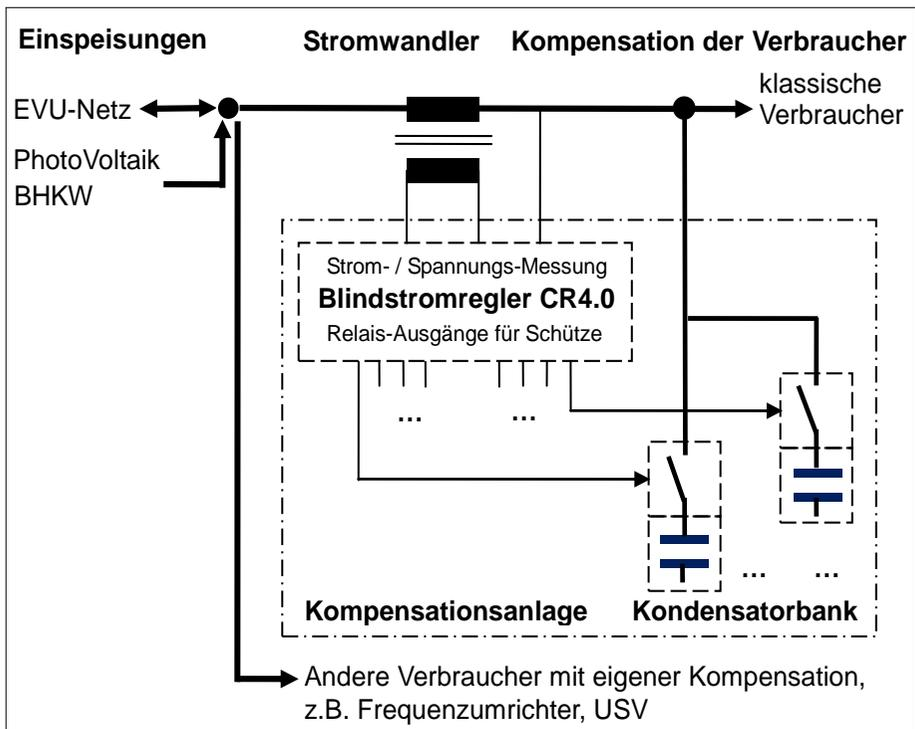

Abbildung 1 Anschlussschema: Kompensation nur der klassischen Verbraucher
- Der **Stromwandler** muß zwischen allen einspeisenden (links) und allen verbrauchenden Geräten (rechts) einschließlich der Kompensationsanlage selbst eingebaut sein, siehe Anschlussschema Abbildung 1. Verbraucher mit eigener Kompensation (z.B. Frequenzumrichter, USV) sollen nicht in die Kompensation einbezogen sein.
- Wird das lokale Stromversorgungsnetz aus **zwei oder mehr Einspeisungen** versorgt, kann der Blindstromregler nur dann fehlerfrei arbeiten, wenn alle Einspeisungen und Kuppelschalter links und alle Verbraucher einschließlich der Kompensationsanlage selbst rechts vom Stromwandler angeschlossen sind, siehe Anschlussschema Abbildung 1.
Befinden sich rechts (siehe Anschlussschema Abbildung 1) **auf der Verbraucherseite einspeisende Geräte**, z.B. eine Photovoltaik-Anlage kann der Blindstromregler nicht die Ströme zwischen verbraucherseitiger Einspeisung und Kompensations-Stufen sehen, regelt ineffektiv und mißt falsche Werte bei der Überwachung der Leistungsstufen, was zu deren Außerbetriebnahme führt; die Defekterkennung/ Überwachung der Stufenleistungen ist abschaltbar. Bitte korrigieren Sie Ihre Installation, diese darf (bei Anlagen >30kVA/ kWpeak) ohnehin nicht vom EVU abgenommen werden und ist nicht förderfähig.
- Blindstrom-Kompensation und **Notstrom-Versorgung**: i.A. wird empfohlen, eine ortsfeste Notstromanlage nicht mit der Blindstrom-Kompensationsanlage zu belasten, da der Dieselgenerator selbst Blindleistung in fast beliebiger Größe bereitstellen kann. Hierfür ist im Anschlussschema Abbildung 1 das Notstromaggregat rechts vom Stromwandler anzuschließen; dann ist keine Abschaltung der Blindstrom-Kompensation notwendig.